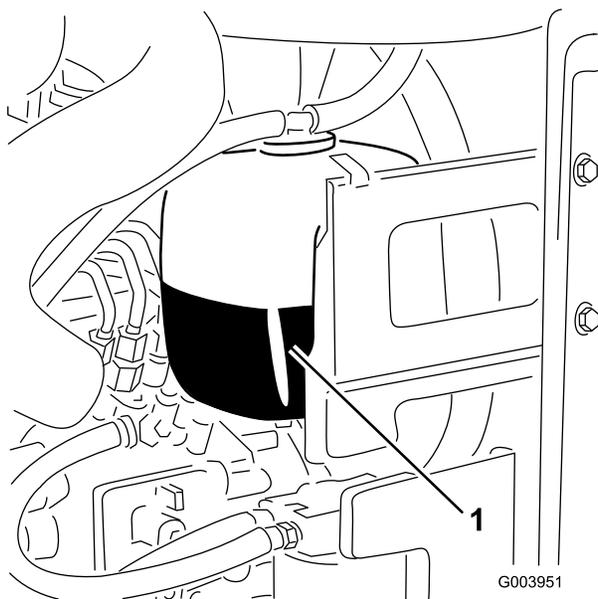

Figura 35
1. Verifique o nível de líquido de arrefecimento do depósito secundário (Figura 35).